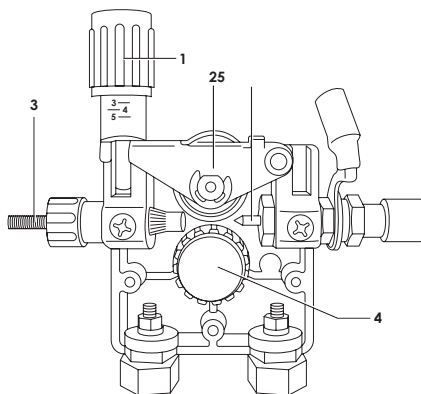

рис.5
- Освободите кронштейн прижимного ролика (2) (Рис.5), потянув рукоятку (1) (Рис. 5) на себя.
- Убедитесь, что протяжной ролик установлен соответственно толщине проволоки, при необходимости выкрутите фиксатор (4) (Рис. 5) и переверните протяжной ролик. Диаметр сварочной проволоки указан на торце ролика.
- Вставьте свободный конец проволоки в направляющую трубку (3) (Рис. 5).
- Просуньте конец проволоки на глубину приблизительно 50–100 мм в направляющее отверстие сварочного рукава (5) (Рис.5).